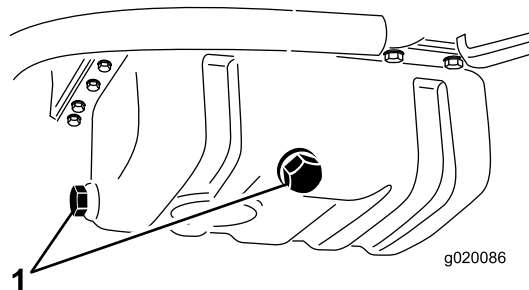

Рисунок 56
1. Снимите любую маслосливную пробку (Рисунок 56) и дайте маслу стечь в сливной поддон. После стекания масла установите маслосливную пробку на место.